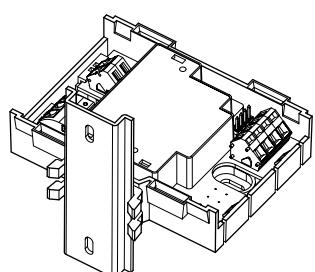

Fig. 2
- on a top hat rail (Fig. 2)
2. Press the module and the installation feet against the top hat rail until the feet snap in (Fig. 2).
- Auf einer Hutschiene (Fig. 2)
2. Drücken Sie den Baustein mit den Montagefüßen gegen die Hutschiene, bis diese einrasten (Fig. 2).